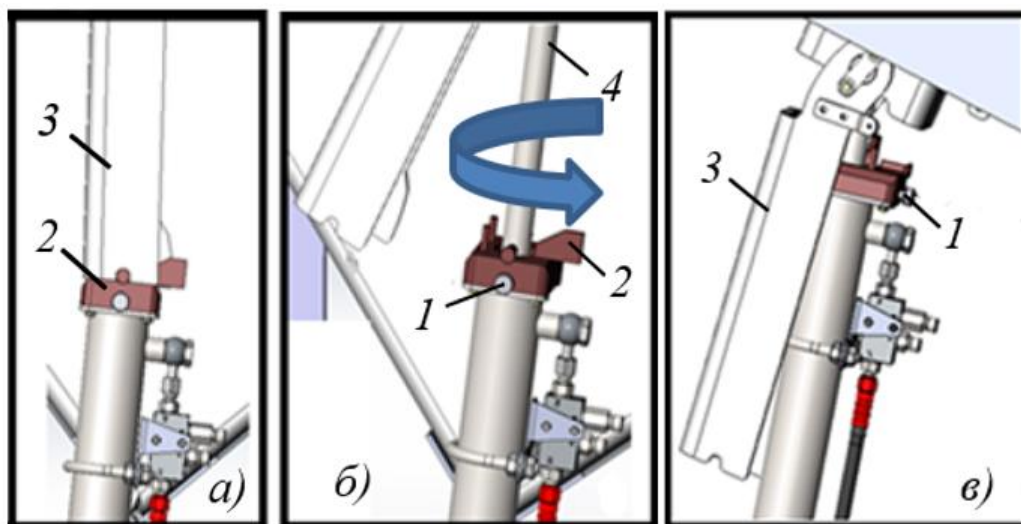

Рисунок 3.23. Механизм подъема кабины
- ▶ Качая съемный рычаг 1, рис. 3.20 вверх и вниз, освободить упор 3, рис. 3.23а от опоры блокиратора 2, рис. 3.23а (шток гидроцилиндра 4 выдвинут на максимальное расстояние, рис. 3.23б);
- ▶ Ослабить винт 1, рис. 3.23б фиксатор опоры блокиратора;
- ▶ Повернуть опору блокиратора 2, рис. 3.23б против часовой стрелки на 90°, затянуть фиксатор опоры блокиратора 1, рис. 3.23в;